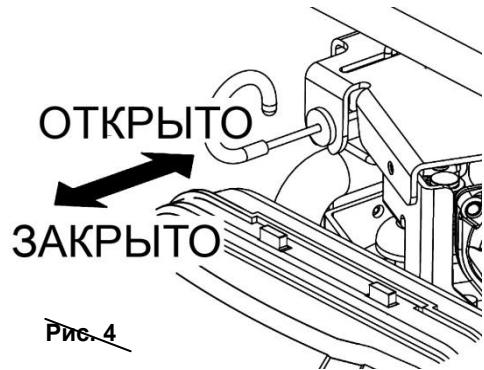

Рис. 4
- Установите рычаг управления воздушной заслонкой карбюратора (См. Рис.4), в полностью закрытое положение. Это ограничит подачу воздуха, и создаст более бензинообогащенную топливную смесь, что облегчит запуск холодного двигателя.
- Отверните сливную пробку (1) (См. Рис.4) и слейте масло.
- Проверьте состояние прокладки сливной пробки (2). При необходимости замените прокладку.